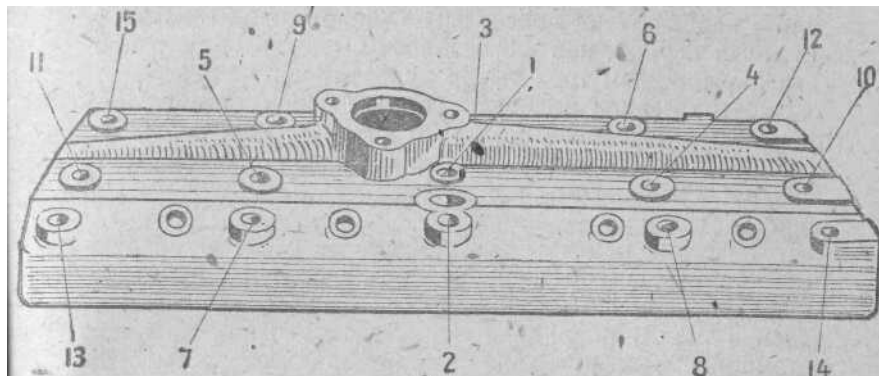

Рис. 3—Последовательность, подтяжки болтов и гаек крепления головки блока цилиндров.
6. После пробега в 500 км проверить затяжку болтов и гаек головки блока цилиндров на прогревом двигателе. При подтяжке креплений головки блока цилиндров обязательно соблюдать последовательность, показанную на рис. 3.